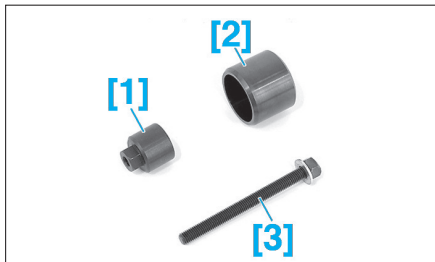

Fig. 17
- [1]. Tampon de dépose articulation élastique supérieur de support de pivot avant (réf : 0548.E) (Fig.17).